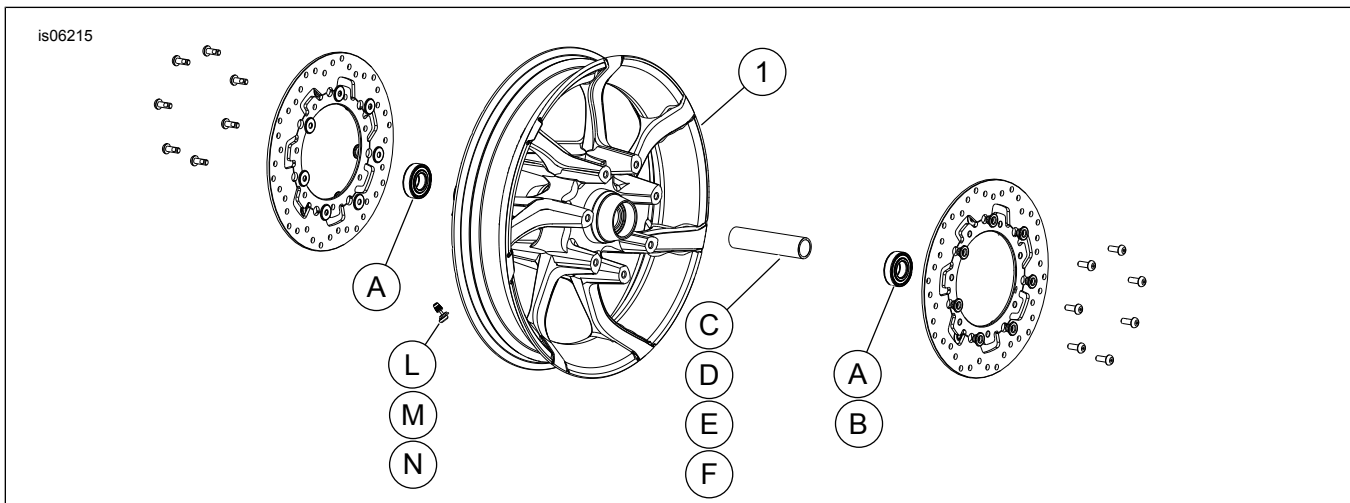

Figura 1. Peças de reposição: Rodas Agitator Dianteiras (ilustração de uma roda de 19 polegadas)
Consulte o Figura 1 e as Tabelas de Peças de Reposição.
2. Ver Figura 1 . Instale o conjunto da haste da válvula (L) na roda. Consulte o Manual de Serviço.